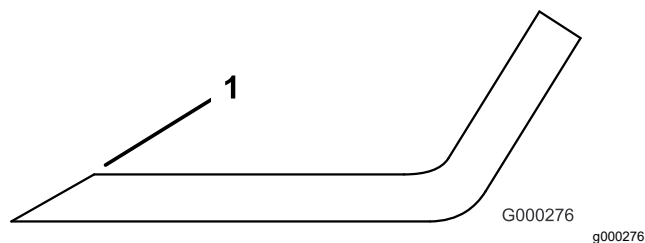

**Figure 124**
2. Examinez attentivement les tranchants de la lame, particulièrement au point de rencontre de la partie plane et de l'ailette (Figure 124).
**Remarque:** Le sable et les matières abrasives peuvent éroder le métal à cet endroit, c'est pourquoi il est important de contrôler l'état de la lame avant d'utiliser la tondeuse. Remplacez la lame si elle vous semble usée (Figure 124).